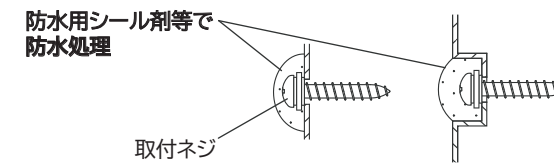

図 7
- ・切り過ぎたり、穴が裂けてしまった場合は、防水機能が確保できなくなるため、慎重に作業をしてください。(図 7)